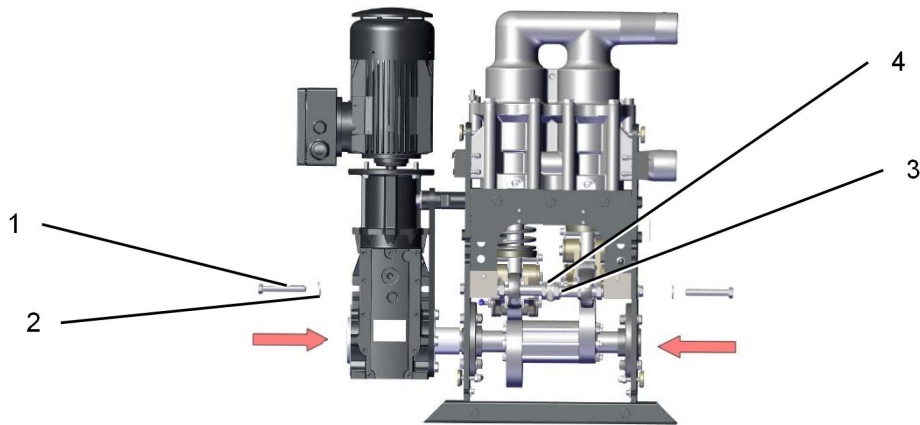

图 7-5: 横向轴的安装 (安装泵单元)
2. 将润滑脂管插入弯角接头 (5)
3. 用 19 mm 的叉形扳手将两枚 M12 x 80 六角螺栓 (1) 连同垫圈 (2) 一起装上 (图 7-5: 横向轴的安装 (安装泵单元))
4. 将横向轴与连杆 (4) 相连
5. 用 30 mm 的叉形扳手拧紧四枚 M20 x 1,5 六角螺母 (3), 将连杆固定在两个双摇臂悬架的正中间 (拧紧力矩 130 Nm)。